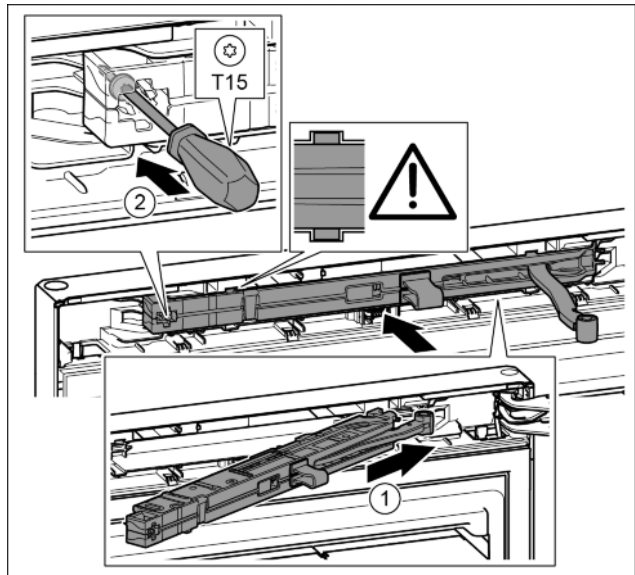

Fig. 23
- ▶ Вставить узел амортизатора со стороны опорного кронштейна в выемку до упора под наклоном. Fig. 23 (1)
- ▶ Затянуть винт отверткой T15. Fig. 23 (2)